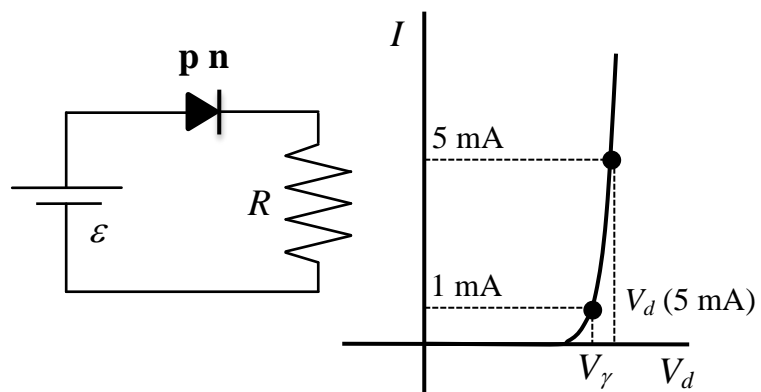
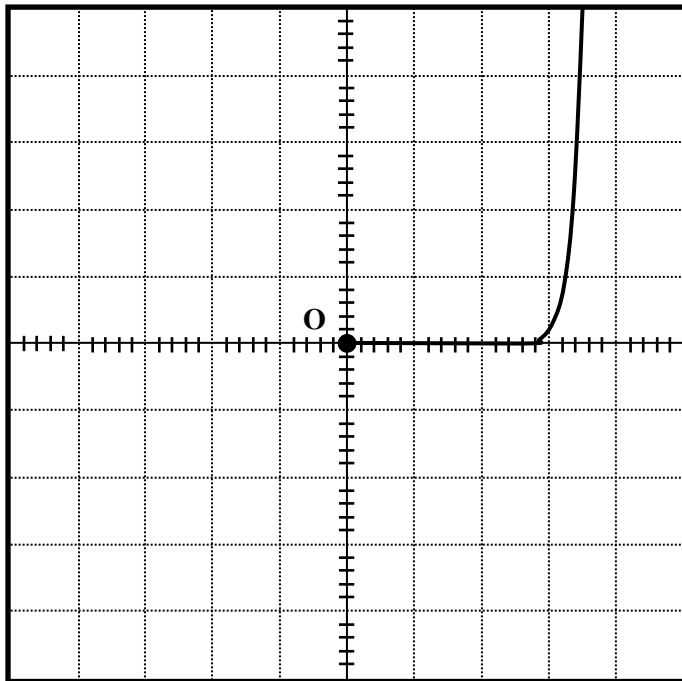

Figura 1
Figura 10
És un dispositiu semiconductor amb una **unió p-n** i dos terminals, que permet el pas de corrent en un sentit però no en l'altre, fet pel qual es pot utilitzar com **interruptor**. A la figura 1 es mostra la gràfica de la **corba característica** ( $V_d, I$ ) del circuit, que també es mostra a la figura. Aquest està format per l'associació d'una font de tensió de fem  $\varepsilon$ , una resistència  $R$  i un díode que està en **polarització directa**.  $V_d$  és la tensió al díode,  $I$  la intensitat que circula pel circuit,  $V_R$  la diferència de potencial a la
El circuit de la figura 1 està format per una resistència de  $1\text{ k}\Omega$  i un díode. S'observa que quan la fem  $\varepsilon$  de la pila és  $5$  V, la diferència de potencial al díode és  $V_d = 0.66$  V. Amb aquesta informació determineu els valors de les tensions de les taules de veritat de
A la figura 10 es mostra la corba característica d'un díode 1N4007, connectat en sèrie amb una resistència de  $100 \Omega$  (veure figura 1), determinada amb un oscil·loscopi de doble canal en mode X-Y. A l'eix horitzontal es representa la diferència de potencial al díode  $V_d$  i al vertical la de la resistència  $V_R$ . L'origen s'ha situat al punt O. Si els coeficients de deflexió de l'eix horitzontal (canal I) i vertical (canal II) valen respectivament  $0.2 \text{ V/div}$  i  $0.5 \text{ V/div}$ , determineu:
2. Poseu en marxa el generador de funcions i l'oscil·loscopi. Comproveu que tots els botons de l'oscil·loscopi no estan pitjats i que els diferents controls del generador de funcions, com el DC OFFSET i el SYM, estan en posició OFF. Apliqueu al generador de funcions un senyal **triangular** de **50 Hz** i doneu una mica de tensió amb el comandament AMPLITUDE. Premeu el **botó X-Y** de l'oscil·loscopi, i poseu ambdós canals en la posició GD o GND. A la pantalla ha d'aparèixer un punt que cal centrar a l'origen de coordenades amb els comandaments X-POS i Y-POS II (o X-POSITION i POSITION 2). Un cop centrat el punt, poseu els dos canals de l'oscil·loscopi en **posició DC** i torneu a prémer els botons GD dels dos canals per desactivar-los. Situeu el coeficient de deflexió del **canal I en 0.2 V/div**, i el del **II en 0.5 V/div**. Premeu el **botó INV del canal II**. Modifiqueu l'amplitud de sortida del generador amb el comandament AMPLITUDE fins que a la pantalla aparegui la corba característica del díode (veure figura 1).